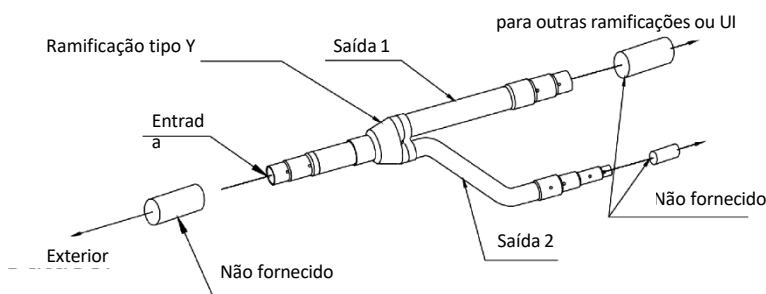

Fig. 20
- 2 O tubo de derivação tipo Y possui várias secções de tubo de diferentes tamanhos, o que facilita a ligação a vários tubos de cobre. Utilize um cortador de tubos para cortar a secção de tubo com as dimensões adequadas e, em seguida, remova as rebarbas. Ver Fig. 20.